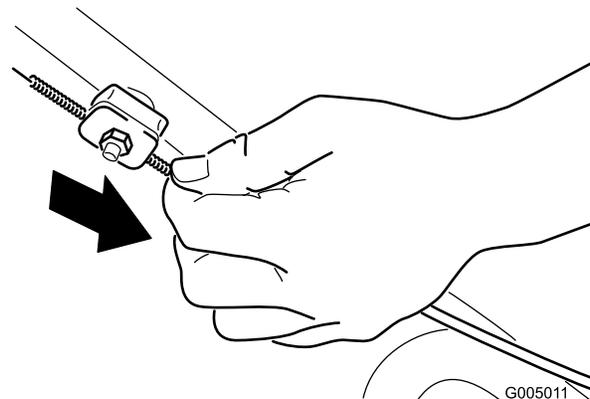

Figure 29
- Tirez la gaine du câble vers le bas (vers la machine) pour éliminer le mou du câble (Figure 29).